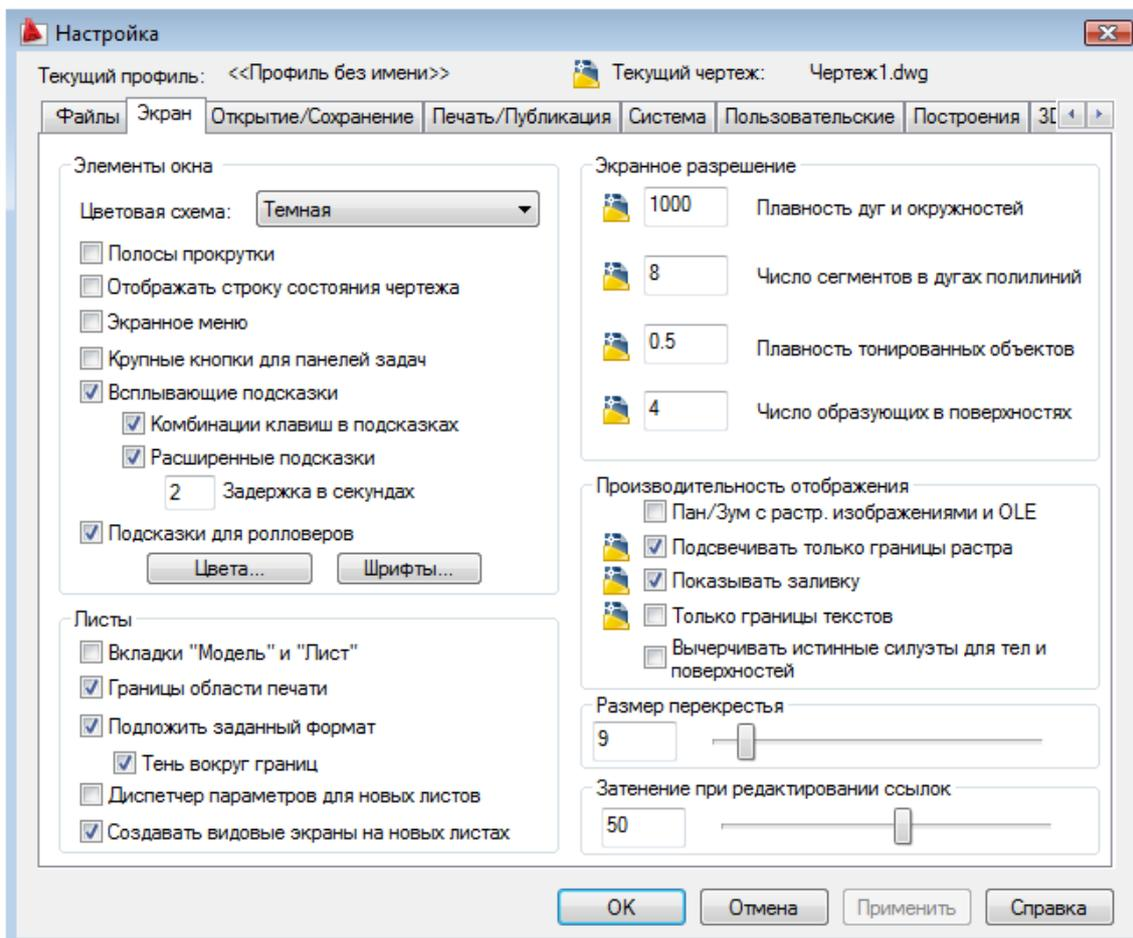
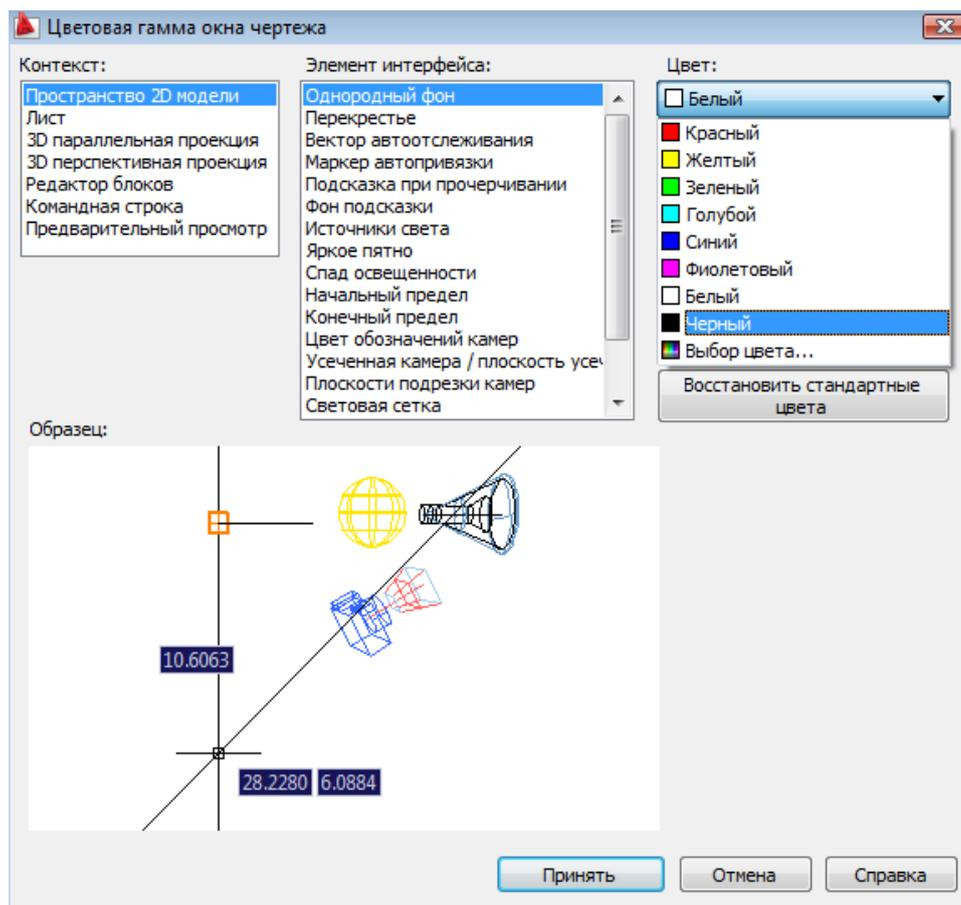

Рис. 1.6. Диалоговое окно Настройка (Options)
Рис. 1.7. Диалоговое окно Цветовая гамма окна чертежа (Drawing Window Colors)
Основные настройки программы выполняются с помощью диалогового окна *Настройка (Options)* (рис. 1.6), которое может быть вызвано из меню панели управления *СЕРВИС (TOOLS)*.
1. Настроить размер перекрестья курсора. Для этого в диалоговом окне *Настройка (Options)* (рис. 1.6) на вкладке *Экран (Display)* выбрать *Размер перекрестья (Display scrollbars)* в 5 % от размера экрана.
2. Отключить (включить) вывод на экран полос прокрутки чертежа. Для этого в диалоговом окне *Настройка (Options)* (рис. 1.6) на вкладке *Экран (Display)* установить (снять) флажок в одноименном поле *Полосы прокрутки*. AutoCAD имеет достаточно удобных средств панорамирования.
3. Изменить цвет фона. Для этого в диалоговом окне *Настройка (Options)* (рис. 1.6) на вкладке *Экран (Display)* нажать на кнопку «Цвета» («Colors»). В диалоговом окне *Цветовая гамма окна чертежа (Drawing Window Colors)* (рис. 1.7), в списке *Элементы интерфейса (Interface elements)* для элемента *Пространство 2D модели (2D model space)* с помощью списка *Цвет (Color)* установить *требуемый цвет (черный)*.
Сохраняемый чертеж можно защитить паролем от несанкционированного открытия. Для этого необходимо после подготовки чертежа к сохранению вызвать диалоговое окно настроек программы *Сервис (Tools)/ Настройка (Options)* (рис. 1.6), перейти на вкладку